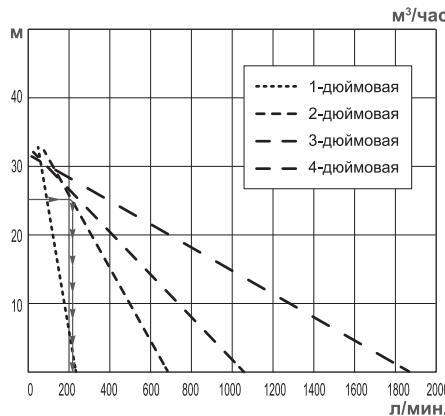

Рис. 17 График зависимости производительности Q мотопомпы от высоты подъема (H)
- График зависимости производительности мотопомпы от высоты подъема H_s (Рис. 17).
4. На графике зависимости высоты подъема от производительности мотопомпы (Рис.17) находим величину расхода, она составляет примерно 200 л/мин или 12 м³/час.